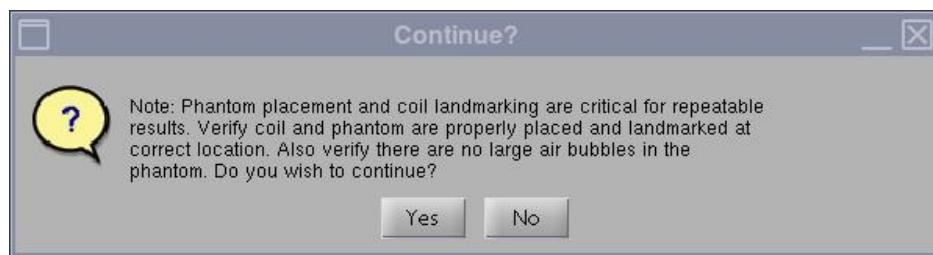

Fig. 4
3. La început, va apărea următoarea Observație: „Phantom placement and coil landmarking are critical for repeatable results” (Amplasarea fantomei de calibrare și alinierea cu marcajele bobinei sunt esențiale pentru obținerea unor rezultate repeatabile). Dacă bobina a fost aliniată corect și în fantoma de calibrare nu există bule de aer, faceți clic pe **[Yes]** (Da) pentru a continua. (Fig. 4).